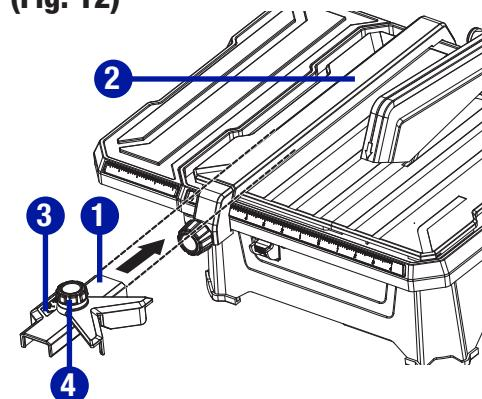

Fig. 12
**INSTALLATION DU GUIDE DE COUPE D'ONGLET (Fig. 12)**
- Faites coulisser le guide de coupe d'onglet (1) sur le guide de coupe parallèle (2) en partant de l'avant.
- Ajustez l'angle désiré à l'aide de l'échelle angulaire (3) et serrez solidement avec la molette de verrouillage (4).